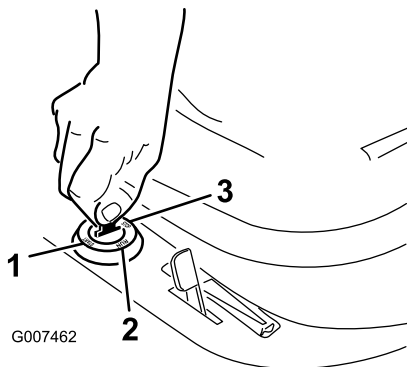

Figura 11
6. Gire la llave de contacto en el sentido de las agujas del reloj y manténgala en posición Arranque (Figura 11). Cuando el motor arranque, suelte la llave.
2. Gire la llave de contacto a la posición Parada (Figura 11).